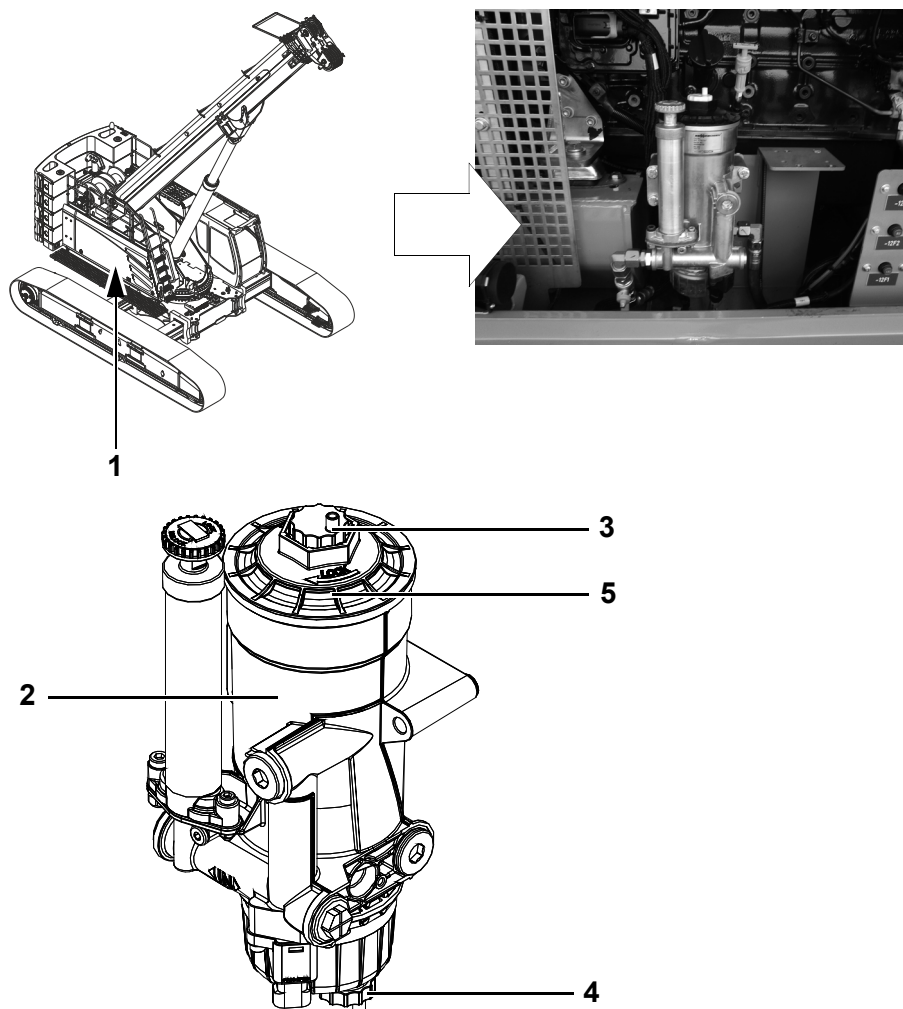

Fig. 14 Posição e visão geral do pré-filtro de diesel
1	Abra a porta de serviço (1) na Fig. 14.
2	Coloque um recipiente de coleta adequado sob a válvula de drenagem (4) na válvula de drenagem (5) na Fig. 14.
3	Abra a válvula de drenagem (4) Fig. 14.
5	Feche a válvula de drenagem (4) na Fig. 14.
6	Feche a porta de serviço (1) na Fig. 14.
2	Coloque um recipiente de coleta adequado sob a válvula de drenagem (5) na Fig. 14 válvula de drenagem (5).
- 6 Desenrosque a tampa da rosca (5) na Fig. 14 a partir da carcaça (2) na Fig. 14 e retire o elemento do filtro ligado a ela.
8	Aparafuse a tampa da rosca (5) na Fig. 14 com o novo elemento do filtro no alojamento (2) na Fig. 14 até a parada. Certifique-se de aplicar um torque de 50 Nm.
10	Feche a porta de serviço (1) na Fig. 14.